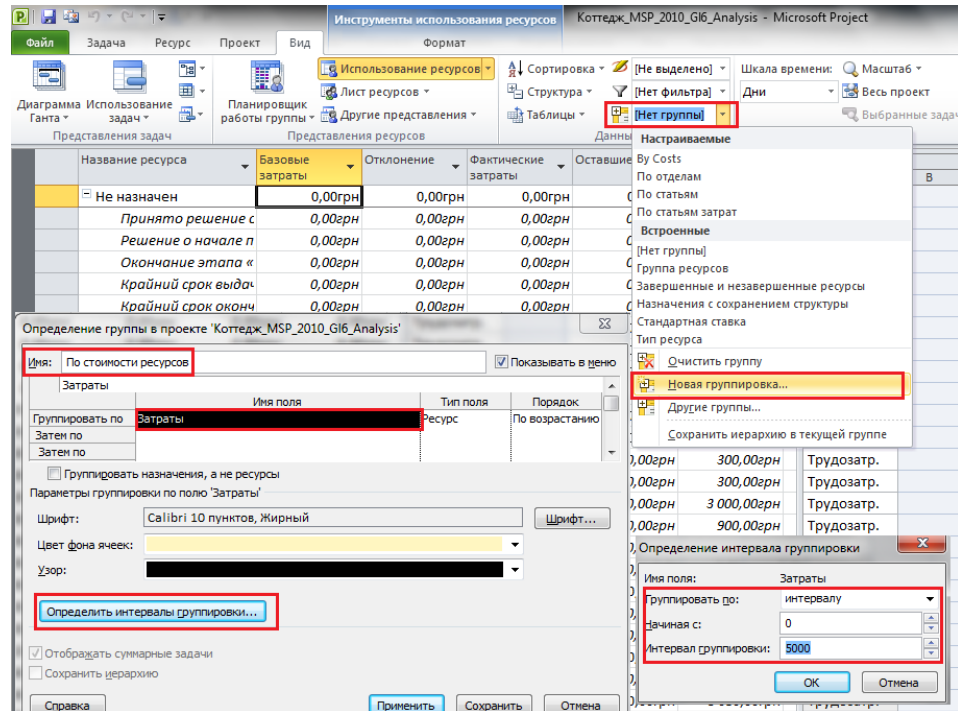

Рисунок 9.16 Настройка группировки по стоимости ресурсов
6. По желанию можно выбрать шрифт, цвет фона ячеек и узор, Рисунок 9.16.